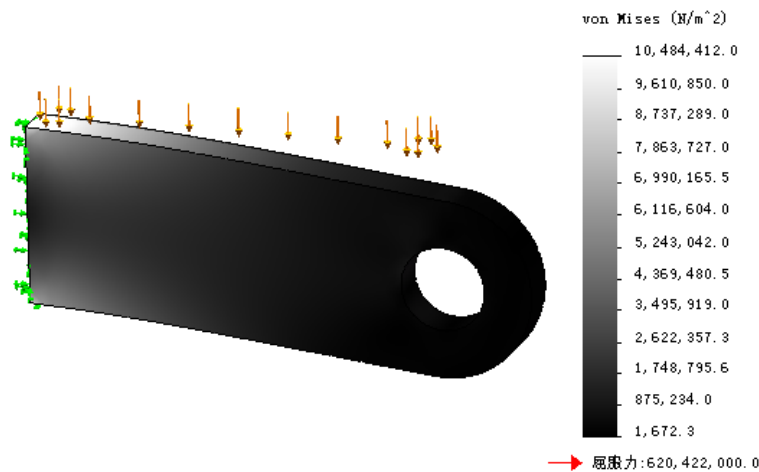

图 12.3.29 颜色选项区域
- **颜色选项** 区域: 主要用于定义显示图例颜色方案 (图 12.3.29)。